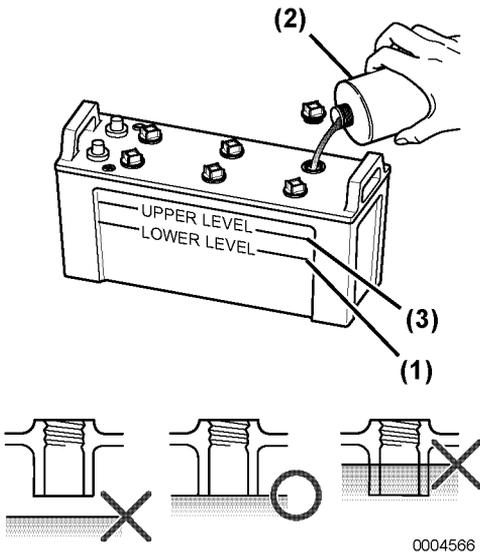

Abbildung 12
4. Wenn der Stand unter dem Mindestfüllstand (**Abbildung 12, (1)**) liegt, mit (handelsüblichem) destilliertem Wasser (**Abbildung 12, (2)**) bis zur oberen Markierung (**Abbildung 12, (3)**) der Batterie nachfüllen.